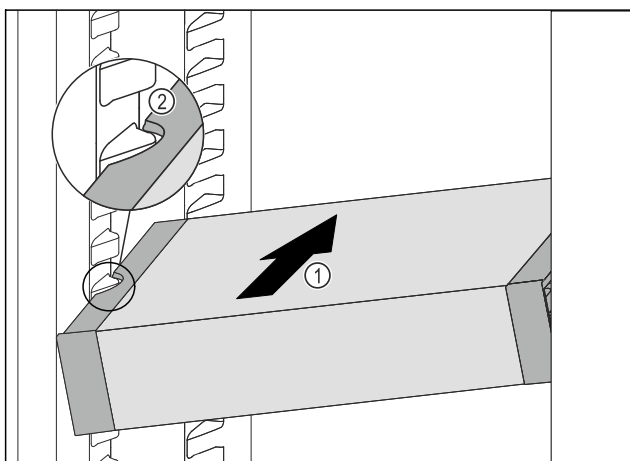

Fig. 56
▶ Inserire VarioSafe ad angolo nel vano frigorifero Fig. 56 (1), fino a quando le cavità laterali Fig. 56 (2) di VarioSafe non si trovano al livello della nervatura del contenitore nel vano frigorifero.